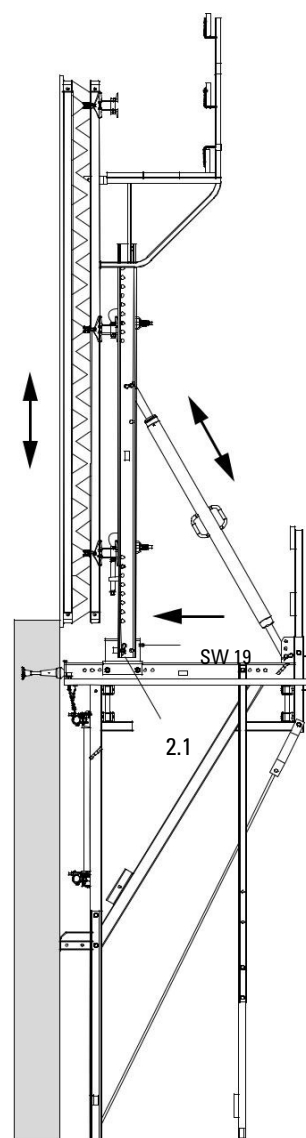

Fig. B2.08
8. Нагласете кофража, виж B3. (Fig. B2.08)